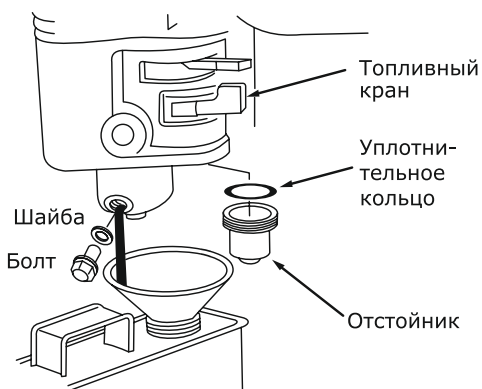

Рис. 10
Переместите топливный кран в положение «Закрыто» (OFF), открутите топливный фильтр и снимите уплотнительное кольцо. Промойте детали спреем для промывки карбюратора, тщательно прочистите их и снова установите на прежние места. Переместите топливный кран в положение «Открыто» (ON) и убедитесь, чтобы не было утечек (см. рис. 10).